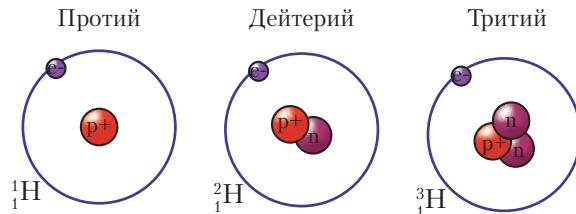

Рис. 12. Схема строения изотопов водорода
Например, существующие в природе нуклиды ${}_1^1\text{H}$, ${}_1^2\text{H}$ и ${}_1^3\text{H}$ – изотопы водорода, так как принадлежат одному и тому же химическому элементу, но различаются числом нейтронов в ядре атома (рис. 12). Их называют водород-1, или протий (H), водород-2, или дейтерий (D), водород-3, или тритий (T). Массы атомов водорода-1, водорода-2 и водорода-3 равны 1,008, 2,014 и 3,016 а. е. м., или приблизительно 1, 2 и 3 а. е. м.